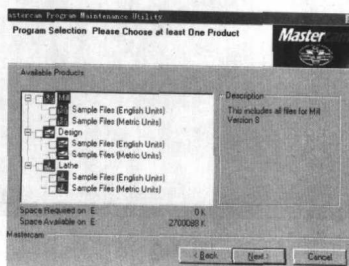

图 1-6
5) 选择要安装的选项, 可选 ☒ **Mill** (铣削)、☐ **Design** (设计)、☐ **Lathe** (车床), 选 **Next >** (下一步), 如图 1-6 所示。